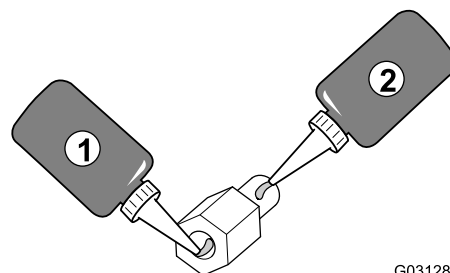

Figura 156
2. Aplique una capa de fijador de roscas (capilar – resistencia media alta) a las roscas de la porción de la tuerca del separador roscado (Figura 156).
porción del espárrago del separador roscado (Figura 156).